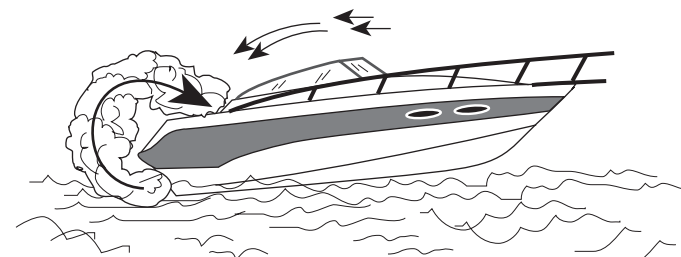

FIGURE 1.7 INEFFICIENT TRIM ANGLES
1. Inefficient trim angle. (See Figure 1.7.)